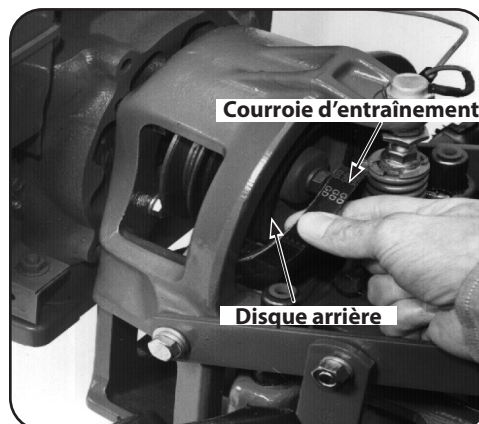

Figure 5-27
5. Soulevez la moitié supérieure de la courroie et passez-la par-dessus la poulie supérieure et le disque de marche arrière, et placez-la devant le disque. Voir Figure 5-27.